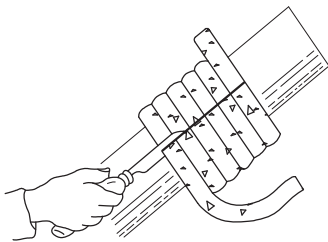
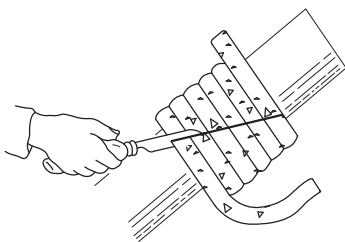

Fig. 29: taisna griezuma piemērs
Fig. 30: slīpa griezuma piemērs
- Šādi rodas montāžas laikā nepieciešami redzamā sprauga starp ieliktni un blīvēšanas gredzenu. Ja sūknis nav demontēts, veicot divus slīpus griezumus, iepriekš sapresētie grafiņa blīvēšanas gredzeni uzstādīšanai jāsamazina uz pusi (skat. Fig. 29 vai Fig. 30).